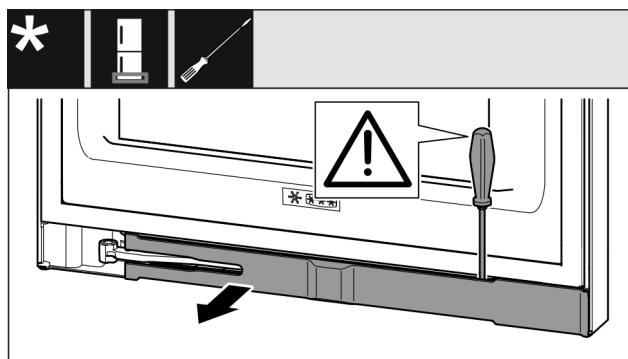

Fig. 11
- При помощи шлицевой отвертки освободите накладку и отведите в сторону Fig. 11 0.